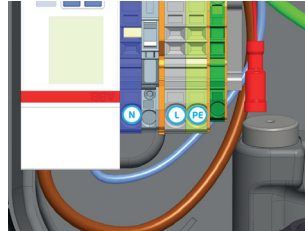
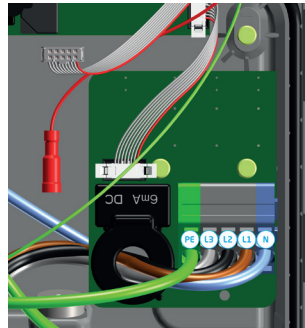

Abbildung 8a: Anschlussklemmen Stromversorgung und Control Pilot-Anschluss (CP) für Ladekabel (rot) bei S-line 1-phasig
Abbildung 8b: Anschlussklemmen Stromversorgung und Control Pilot-Anschluss (CP) für Ladekabel (rot) bei S-line 3-phasig, Pro-line
5. Befestigen Sie die Stromkabel an den Anschlussklemmen des Filterblocks (siehe auch Abbildung 8a und 8b).
10. Stellen Sie mit dem roten Anschlusskabel eine Verbindung mit dem Control Pilot-Anschluss (CP) her. Es befindet sich neben dem Anschlussterminal der Stromkabel. Siehe Abbildung 8a (S-line 1-phasig) und Abbildung 8b (S-line 3-phasig, Pro-line).